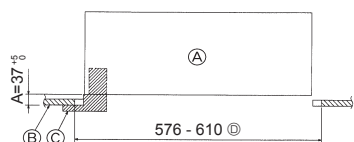
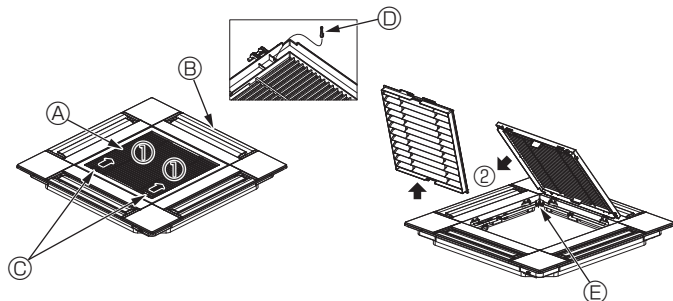
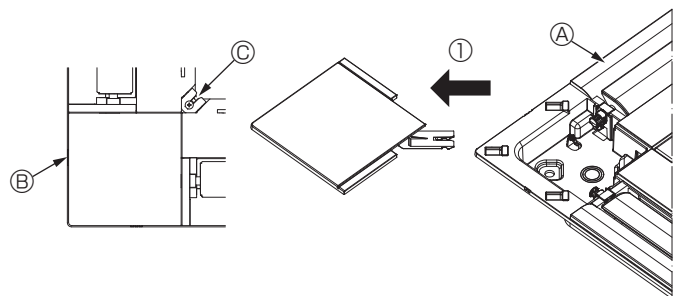

Fig. 5-2
Fig. 5-3
Fig. 5-4
②	Skrue med skive	4	M5 × 0.8 × 28 (mm)
③	Måler	1
④	Koblingskabel for signalmottaker	1	Inkludert når utstyrt med signalmottaker.
⑤	Ledd kabel for i-See-sensor	1	Inkludert når utstyrt med i-See-sensor.
⑥	Feste	2	Inkludert når utstyrt med signalmottaker.
⑦	Feste	2	Inkludert når utstyrt med i-See-sensor.
⑧	Trådløs fjernkontroll	1	Inkludert når utstyrt med den trådløse fjernkontrollen.
⑨	Holder for fjernkontroll	1	Inkludert når utstyrt med den trådløse fjernkontrollen.
⑩	LR6 AA-batterier	2	Inkludert når utstyrt med den trådløse fjernkontrollen.
⑪	3,5 × 16 senkeskruer	2	Inkludert når utstyrt med den trådløse fjernkontrollen.
5.2. Forberedelser til festing av gitteret (Fig. 5-2)
- ① Hovedenhet
- ② Tak
- ③ Måler (tilbehør)
- ④ Takåpningsdimensjoner
5.2.1. Fjerning av inntaksgitter (Fig. 5-3)
- Skyv spakene i retningen som pilen ① viser, for å åpne innløpsgitteret.
- Med inntaksgitteret i "åpen" stilling, fjerner du hengslene til inntaksgitteret som vist med pilen ②.
- ① Inntaksgitter
- ② Gitter
- ③ Inntaksgitterspaker
5.2.2. Fjerning av hjørnepanel (Fig. 5-4)
- Fjern skruen fra hjørnet av hjørnepanelet. Skyv hjørnepanelet som vist med pilen ① for å fjerne hjørneseksjonen.
- ① Gitter
- ② Hjørnepanel
- ③ Skruer
- ④ Gitterkrok
- ⑤ Hull for gitterkrok